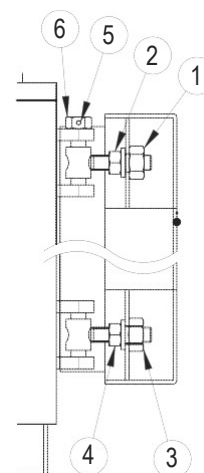

рис.10
5.6.2 Для моделей PREXTHERM RSW 720N÷1060N (рис. 10)